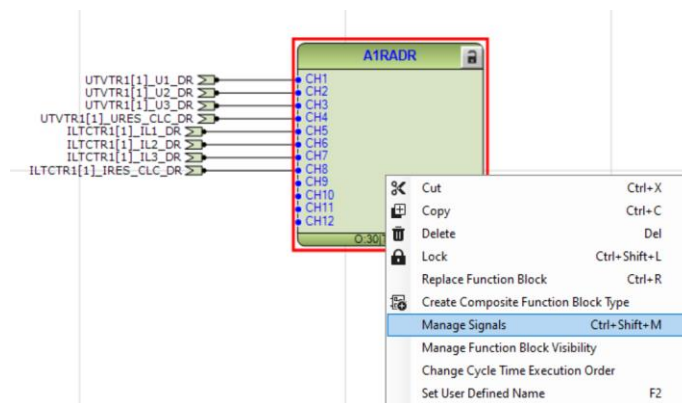

Imagen 303_Configuración del bloque A1RADR.
4.2.43 Ahora seleccionaremos el bloque de “A1RADR”, seleccionando el bloque y dando clic derecho en él, posteriormente seleccionamos “Manage Signals” como se muestra en la **Imagen 303**.